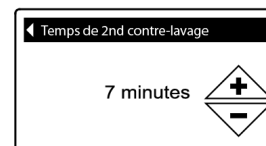

FIG.65
**8c. Temps du second contre-lavage :** Appuyez sur MONTER (▲) ou DESCENDRE (▼) pour modifier le temps du second contre-lavage. Maintenez le bouton enfoncé pour avancer rapidement. Le temps peut être réglé de 1 à 30 minutes (Figure 65).